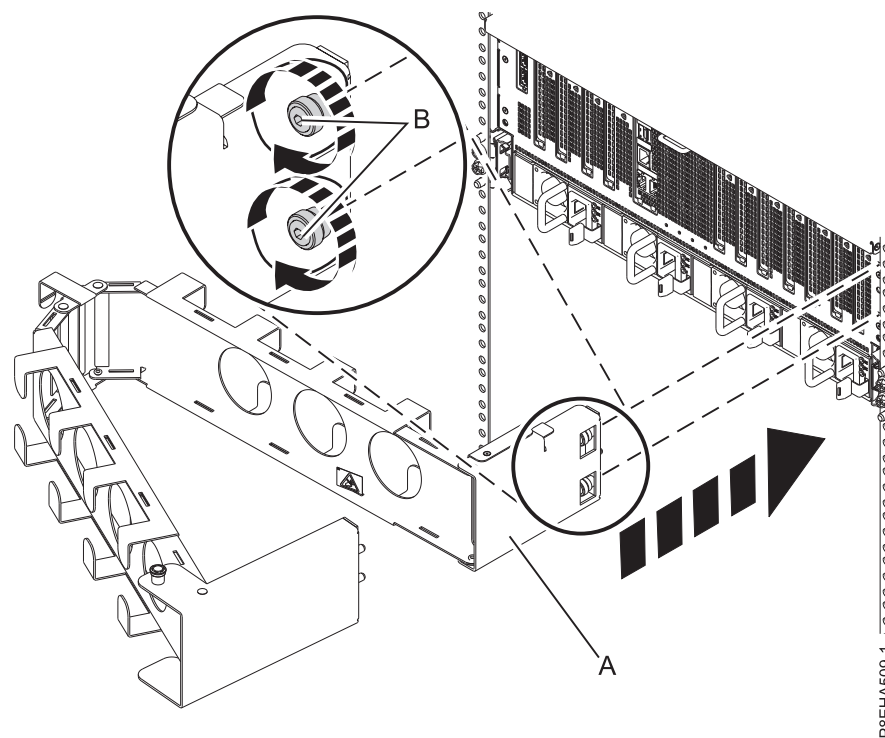

図 17. システム・シャーシへの内側プレートの取り付け
1. 17 ページの図 17 に示すように、シャーシのねじ山付きの穴を通して 2 つの拘束ねじ (B) を手で締めて、内側プレート (A) をシステム・シャーシに取り付けます。システムに同梱されていた T25 六角工具を使用して、ボルトをさらに締めます。